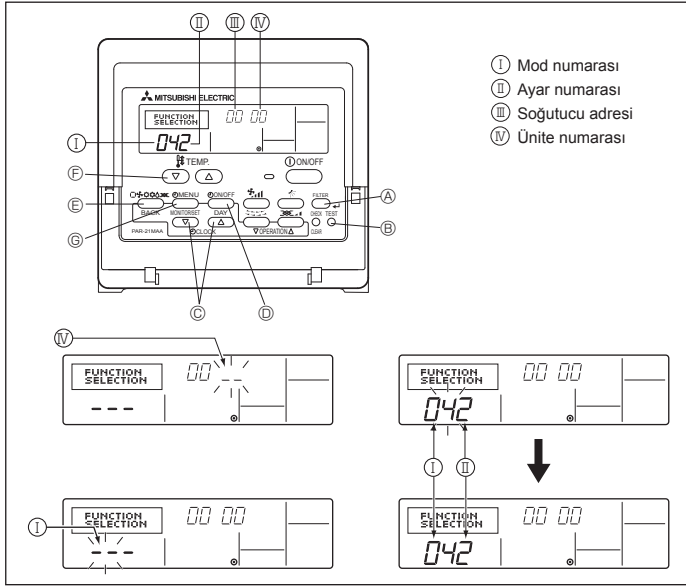

Fig. 6-6
6.3.1. Ünite fonksiyon ayarı (Fig. 6-6)